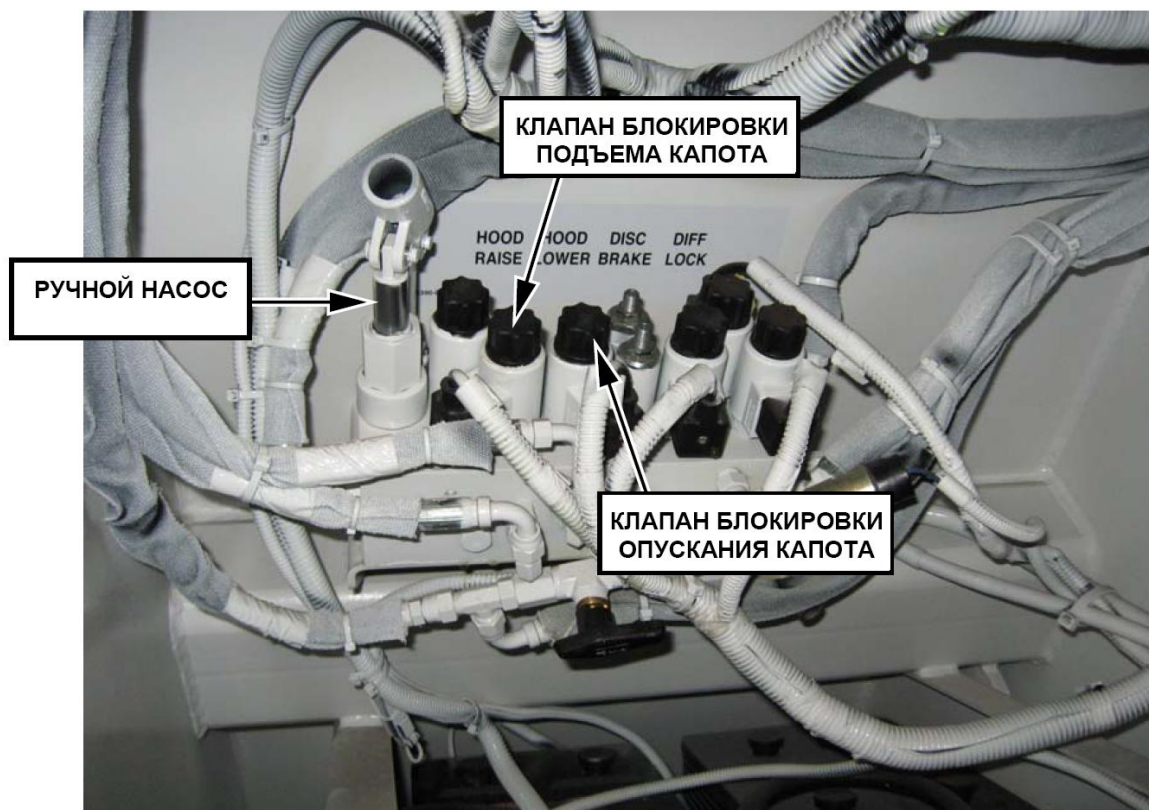

РИСУНОК 20
2. Включите ручную блокировку на электромагните подъема капота, удаляя крышку блокировки и поворачивая ручку блокировки против часовой стрелки до её остановки (рисунок 20).
1. Установите ручной насос/коллектор контура управления на задней стене бункера непосредственно перед левой задней шиной (рисунок 20).
2. Включите ручную блокировку на электромагните опускания капота, удаляя крышку блокировки и поворачивая ручку блокировки против часовой стрелки до её остановки (рисунок 20).